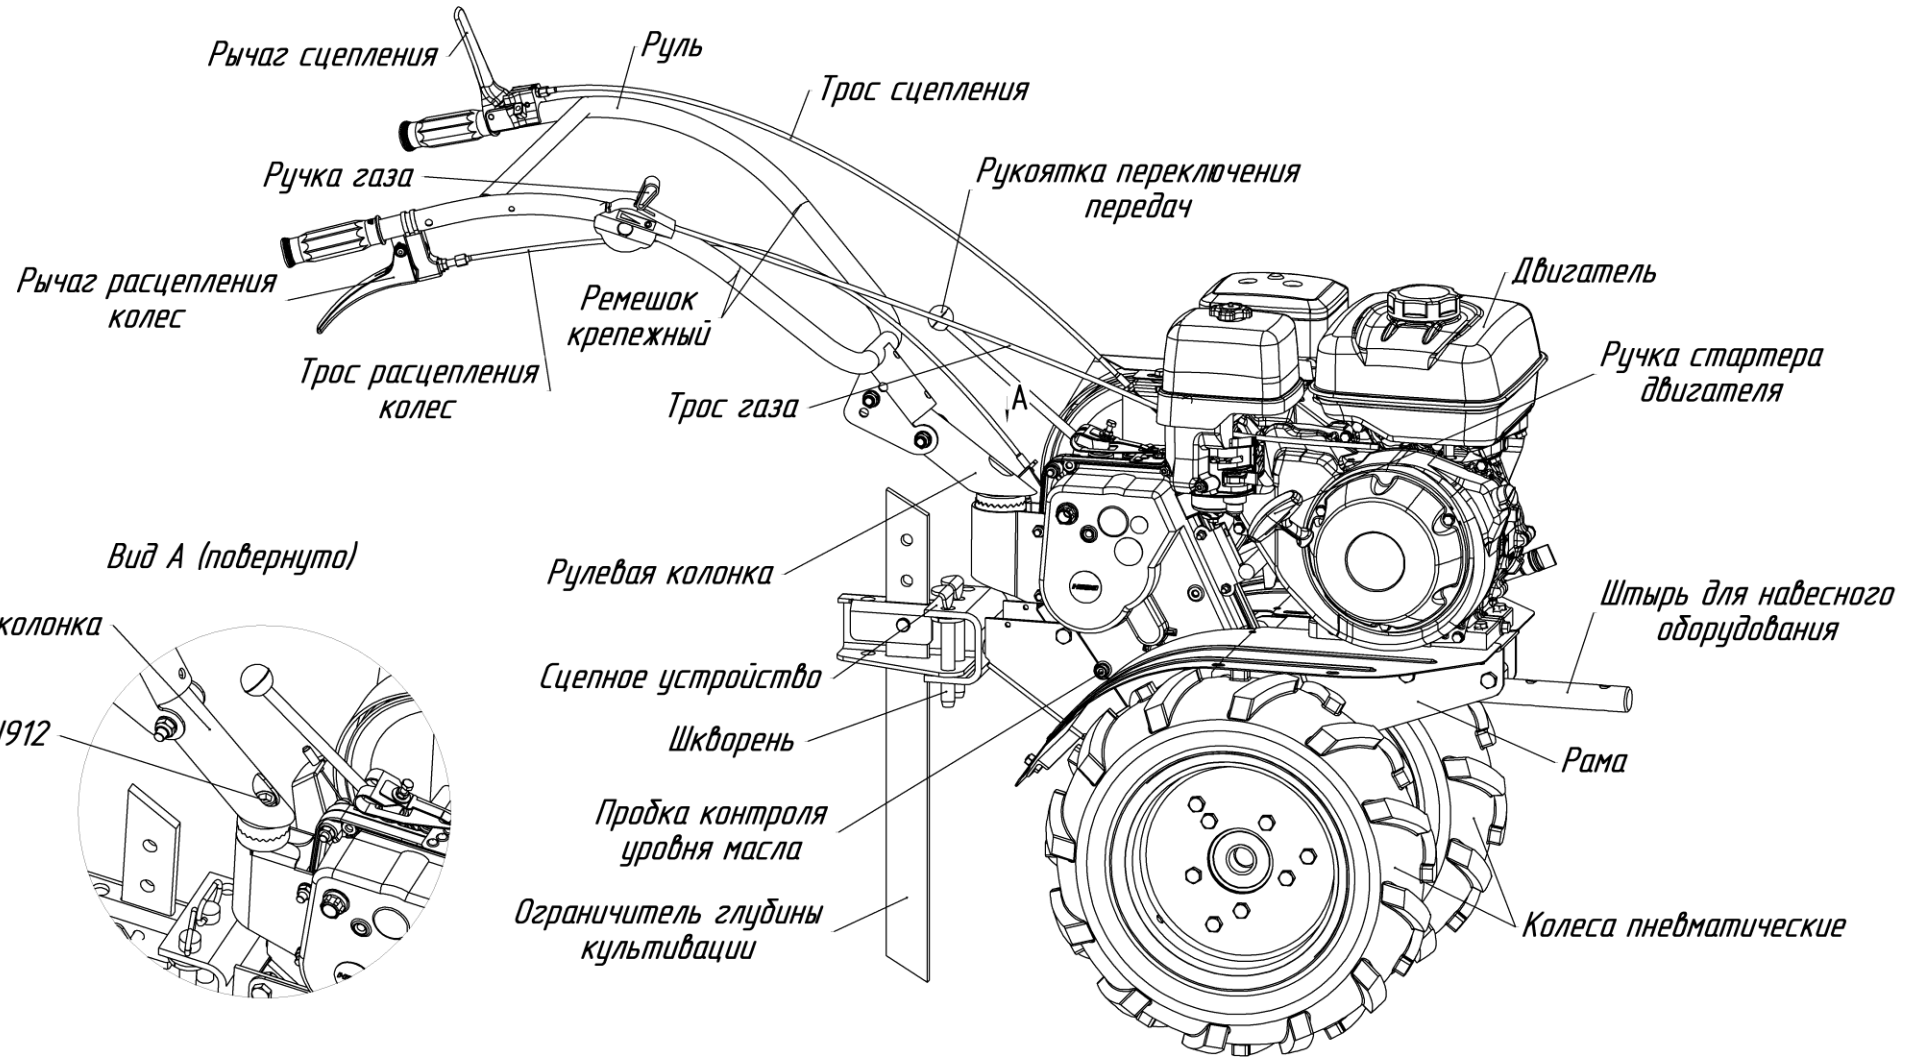

Рис.1. Общий вид мотоблока (вид справа).
МБ23 (рис.1, 2, 3, 4) – это одноосный универсальный силовой агрегат, предназначенный для работы как с устройствами, входящими в штатную комплектацию, так и с различными сменными орудиями, и состоящий из:
Рукоятка переключения передач (рис.1, 2, 3, 5) расположена на редукторе и выведена в сторону оператора.
Ручка газа (рис.1, 2, 3, 6) – расположена на правой рукоятке руля, предназначена для управления положением дроссельной заслонки двигателя и его остановки.
Рычаг сцепления (рис.1, 2, 3, 7) – расположена на левой рукоятке руля, предназначена для включения/выключения сцепления.
Рычаг расцепления колес (рис.1, 2, 3, 8) – расположен на правой рукоятке руля, предназначен для отключения привода левого колеса.
- остановить мотоблок, отпустив рычаг сцепления (рис.1, 2);
- нажать на рычаг расцепления колес (рис.1, 2);